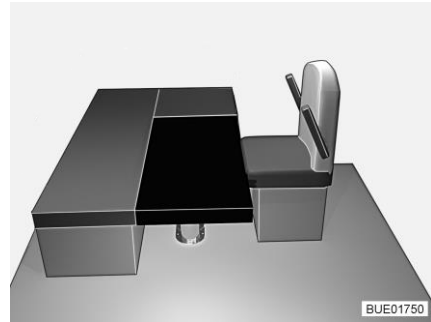

Fig. 161 Après la transformation
- Poser le coussin supplémentaire rectangulaire sur la table (devant les coussins d'assise de la banquette, voir Fig. 161).